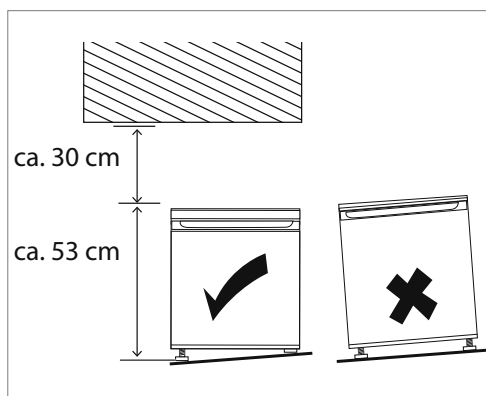

Fig. 1
Para poder abrir del todo la puerta (2) debe disponerse de las medidas espaciales indicadas abajo (véase **fig. 1 y 2**).